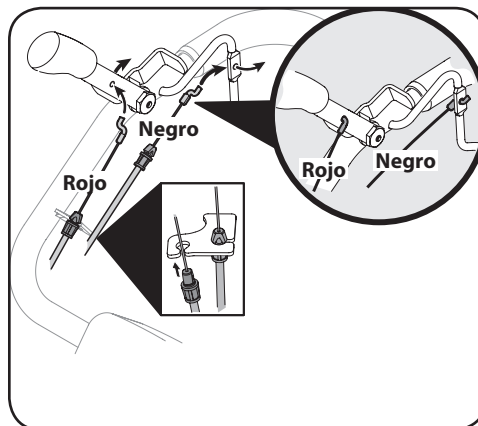

Figure 3-8
1. Encamine los dos cables a lo largo del conjunto de la manija por el lado derecho. Vea la Figure 3-8.
2. Conecte el cable de marcha atrás (Rojo) al control del cable de marcha atrás pasando el gancho en Z por el orificio del control del cable de marcha atrás de adentro hacia afuera. Consulte la Figure 3-8.
3. Conecte el cable de transmisión directa (Negro) al gancho del embrague pasando el gancho en Z por el orificio del gancho de afuera hacia adentro. Vea la Figure 3-8.
4. Calzar a presión las abrazaderas del alojamiento del cable en el montaje del cable de la unidad de la manija como se muestra aquí. La abrazadera roja (cable de marcha atrás) calza en la posición superior de la manija, y la abrazadera negra (cable de embrague/directa) calza en la posición inferior del conjunto de manija. Vea la Figure 3-8.